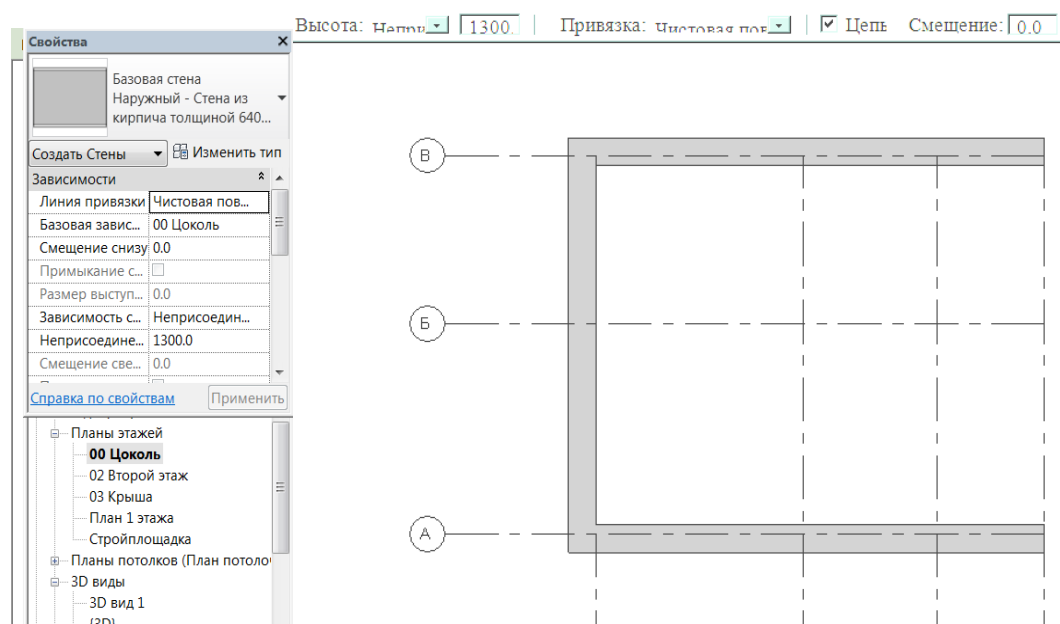

Рис. 20
5. Построить самонесущую стену с нулевой наружной привязкой к оси (рис. 20).